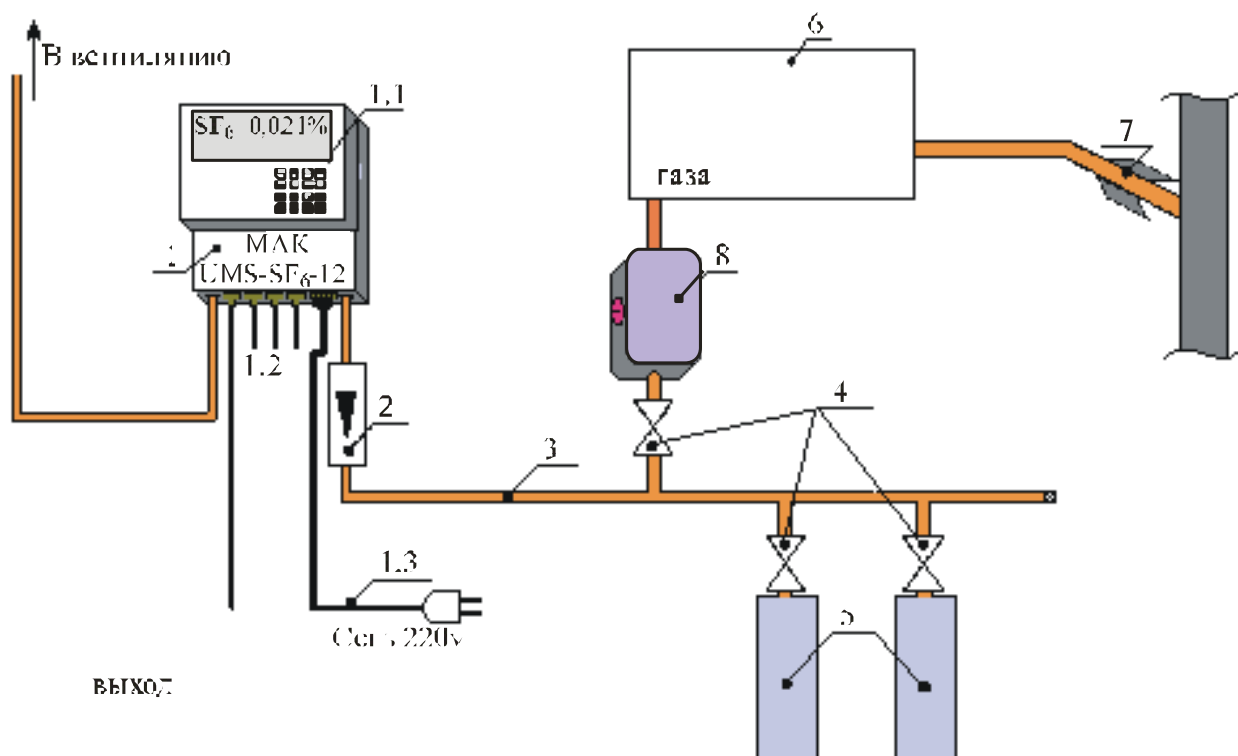

Рис. 3. Схема электрических и газовых соединений “МАК-2000- UMS-SF₆-12” для рабочих условий применения и поверки.
8.3.1. Монтаж электрической цепи газоанализатора и газовых соединений производить с соблюдением действующих на объекте правил по схеме соединений, приведенной на рис.3, в следующем порядке:
поддерживать равным расходу воздуха при установке "ноля") на вход анализатора в соответствии с рис.3.; рис.2.